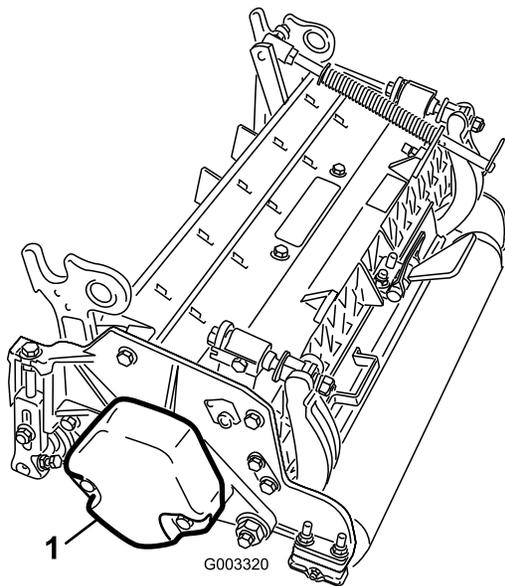

Bild 8
4. Stellen Sie sicher, dass der Gegenballast (Bild 8) am richtigen Ende des Mähwerks montiert ist, siehe die *Bedienungsanleitung* des Mähwerks.